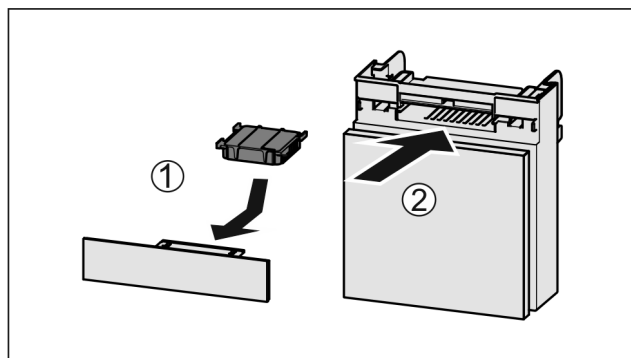

Fig. 160
- ▶ Sett inn Fig. 160 (1) aktivkullfilteret etter figuren.
- ▶ Skyv inn Fig. 160 (2) hyllen.